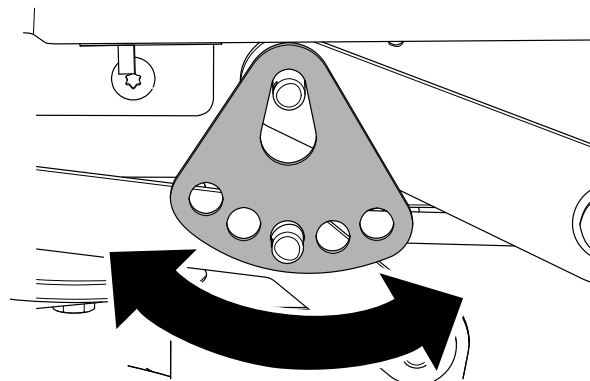

**Figure 64**
6. Retirez la goupille fendue et la rondelle de l'axe inférieur du bras de levage (Figure 64).